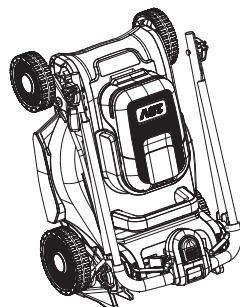

Fig. 27
10. Guarde el cortacésped en horizontal o en vertical (Fig. 27).